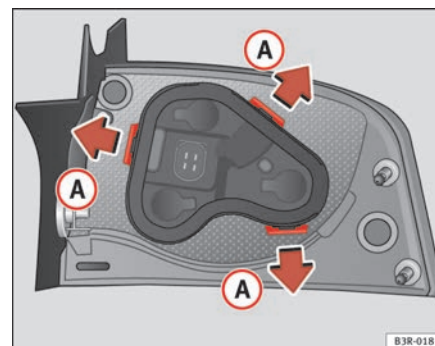

Fig. 210 Lengüetas de fijación en la parte posterior de la unidad de luz trasera
- Desbloquee las lengüetas de fijación ⇒ fig. 210 A.